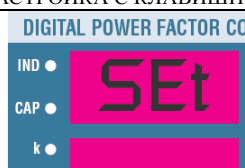

Рис. 2
- На дисплее появится надпись **Set** (рис. 2), подтверждающая доступ к основным параметрам меню.